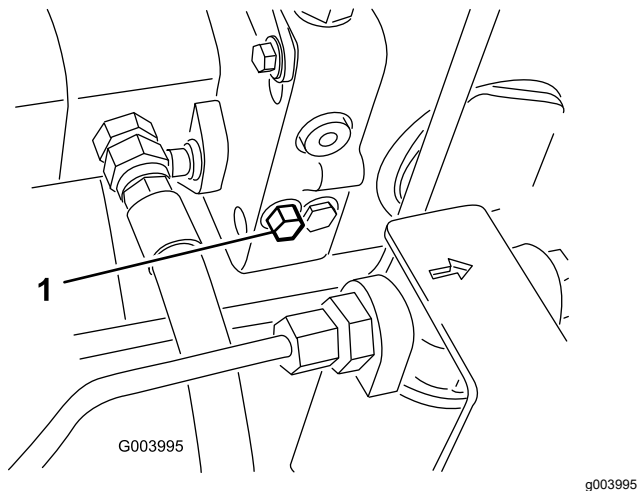

Figura 59
3. Na bomba de deslocação variável, rode o parafuso da válvula de derivação 1-1/2 voltas para abrir e permitir a passagem do óleo internamente (Figura 59).